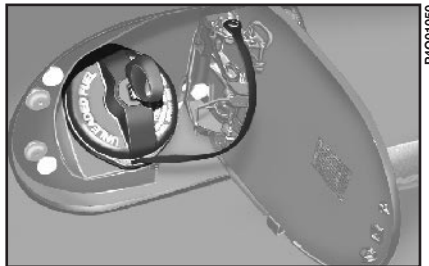

fig. 91
- 2) manteniendo el tapón en posición (bloqueado), gire la llave de apertura hacia la izquierda **fig. 91**;